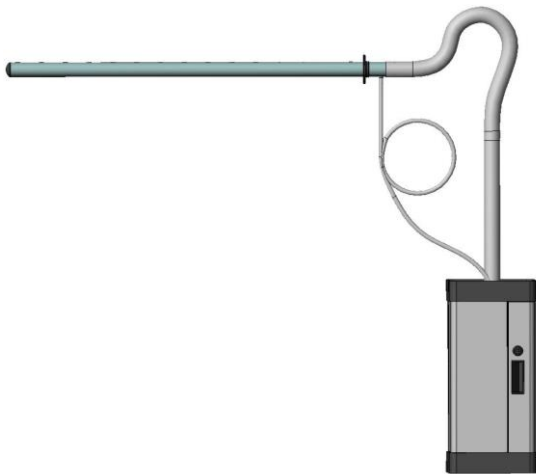
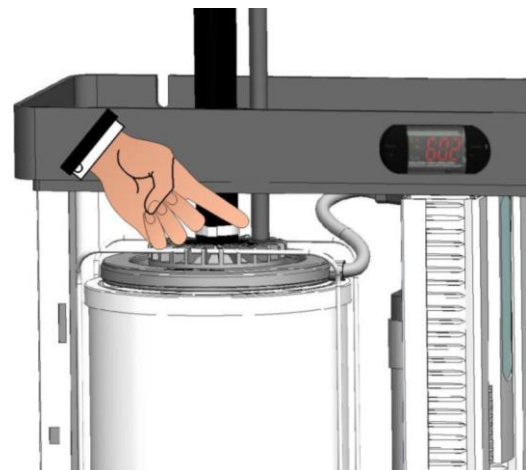

Fig.4
Fig. 5
2. Se la lancia viene posizionata in un punto più alto dell'umidificatore ed il tubo vapore genera un sifone (es. fig. 4), è necessario installare il recupero della condensa scaricando direttamente nell'apposito manicotto del cilindro dell'umidificatore (fig. 5) o in un pozzetto di raccolta acque. Il recupero della condensa si esegue collegando il tubo PEGO UMITUBODN10, specifico per questo tipo di applicazione, al manicotto diametro 10mm della lancia. Nel percorso del tubo recupero condensa, dalla lancia all'umidificatore o dalla lancia al pozzetto, è necessario eseguire un sifone con un giro completo di diametro minimo 200mm; il sifone inoltre deve essere riempito d'acqua prima dell'installazione. Questo impedirà l'uscita del vapore dal tubo recupero condensa (fig. 4).